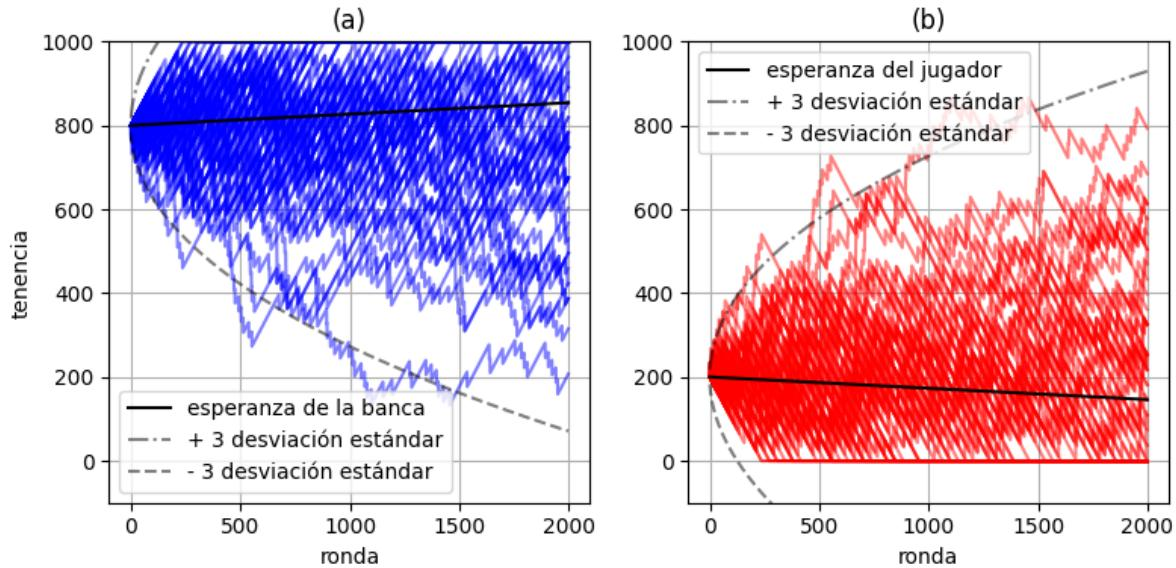

Figura 1: Simulaciones de juegos de 100 máquinas.
d) Esboce una gráfica para $f_l(n)$ y $f_u(n)$ y compare con la figura 1 (a).